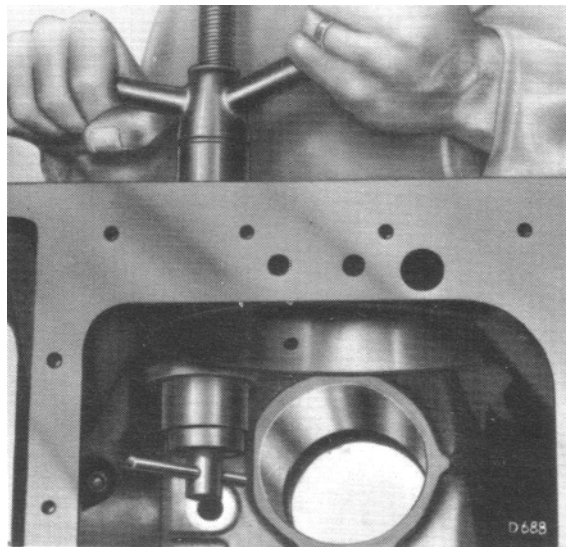

Fig.24
- A l'aide d'un outil spécial S. 32 avec adaptateurs S. 32-2 sortir chaque coussinet d'arbre à cames (Fig. 24).
2. Enlever le bouchon de l'alésage du palier arrière de la partie arrière du bloc moteur. Sortir, en utilisant l'outil spécial, chaque bague d'arbre à cames (Fig. 24).